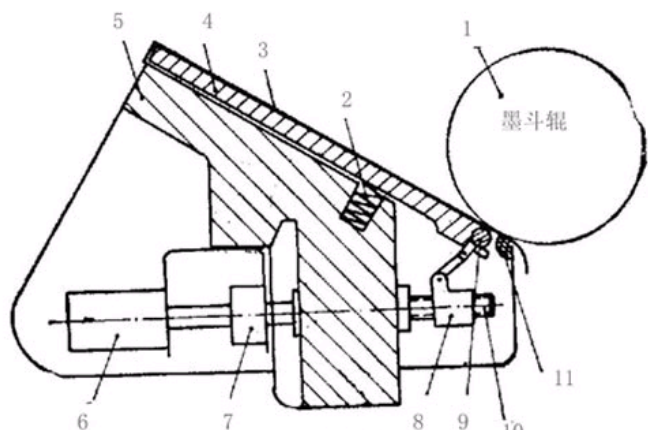

图1 海德堡自动控制供墨装置
①带涤纶片型分段墨斗刀片。这一类型以海德堡的自动控制供墨装置最为典型，其结构如图1所示，墨斗底面由若干个分段墨斗刀片4组成，涤纶片3铺在分段墨斗刀片4上，形成很薄的一个整体墨刀片。